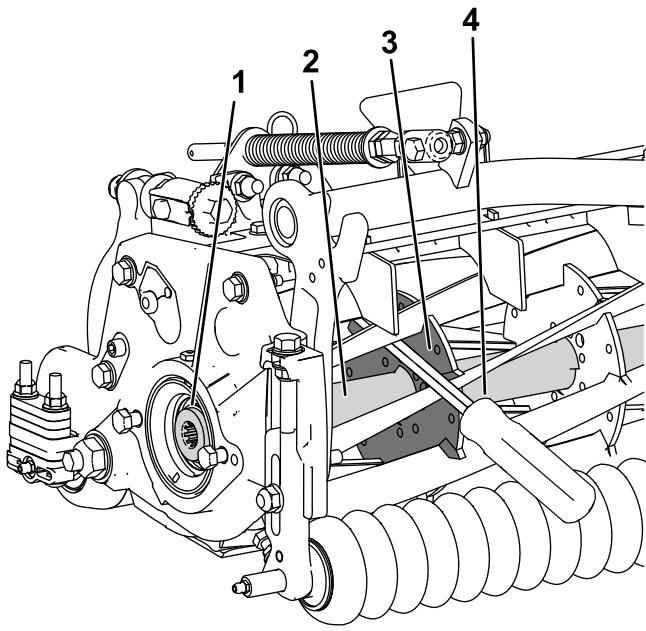

Рисунок 43
- Вставьте монтировку с длинной ручкой (рекомендуется использовать монтировку размером $\frac{3}{8}$ x 12 дюймов с рукояткой как у отвертки) через переднюю часть режущего барабана и максимально близко к боковой части режущего блока, к которому вы будете прилагать крутящий момент (Рисунок 43).
- Установите монтировку так, чтобы она была прижата к сварной стороне внутреннего усиливающего компонента барабанного режущего блока (Рисунок 43).